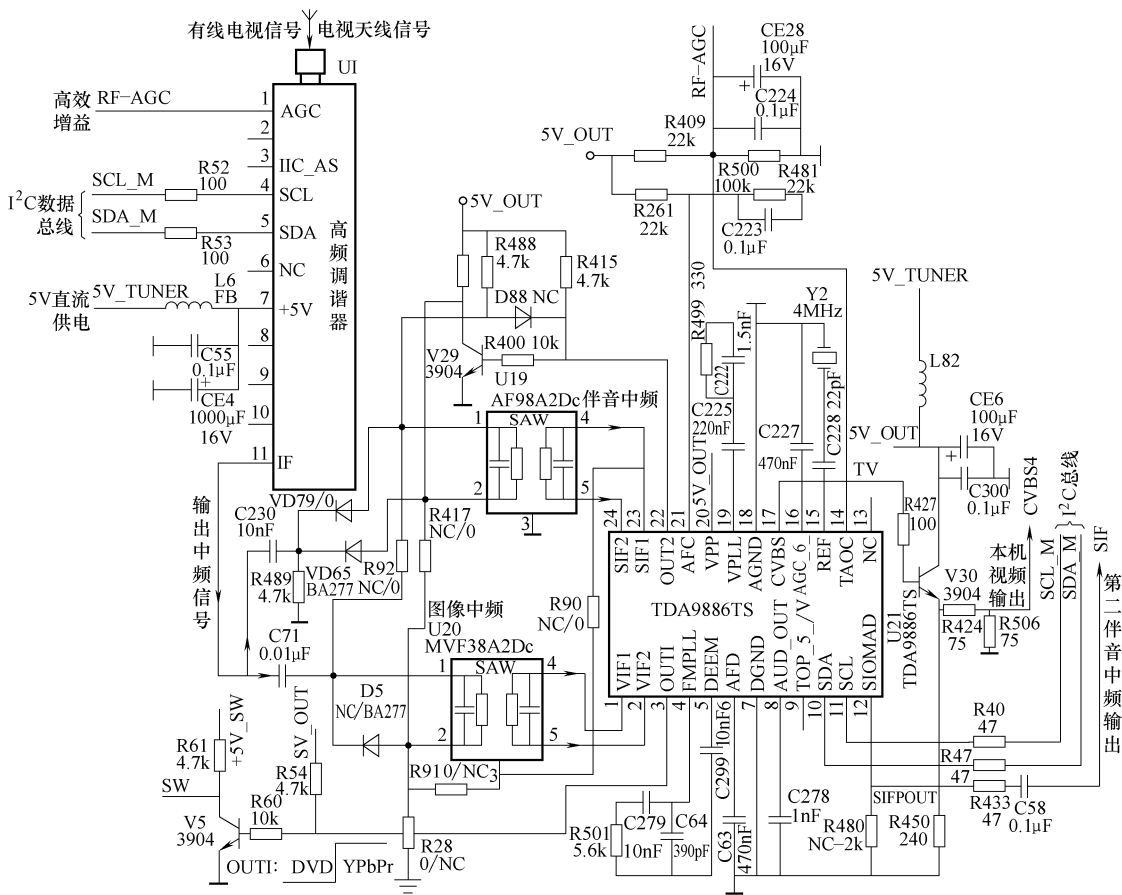

图 4-40 典型液晶电视调谐器及中频电路原理
典型液晶电视调谐器及中频电路原理如图 4-40 所示。高频调谐器 U1 的 ④、⑤脚为 I^2C 总线控制端，受微处理器控制；U21 的 ⑭脚输出高放（RF）AGC 信号加到高频调谐器 U1 的 ①脚，控制高频调谐器的高放增益，使高频调谐器输出的图像中频信号幅度稳定在一定范围，若此通路不良，则会造成电视机接收信号不好。